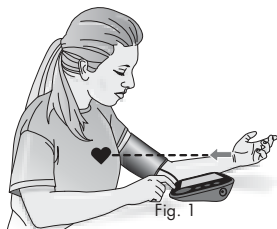

Fig. 1
3. Apoye el codo en una superficie plana con la palma de la mano hacia arriba. Eleve su brazo de manera que el brazalete quede a la misma altura de su corazón, Fig. 1. Relaje su mano izquierda.